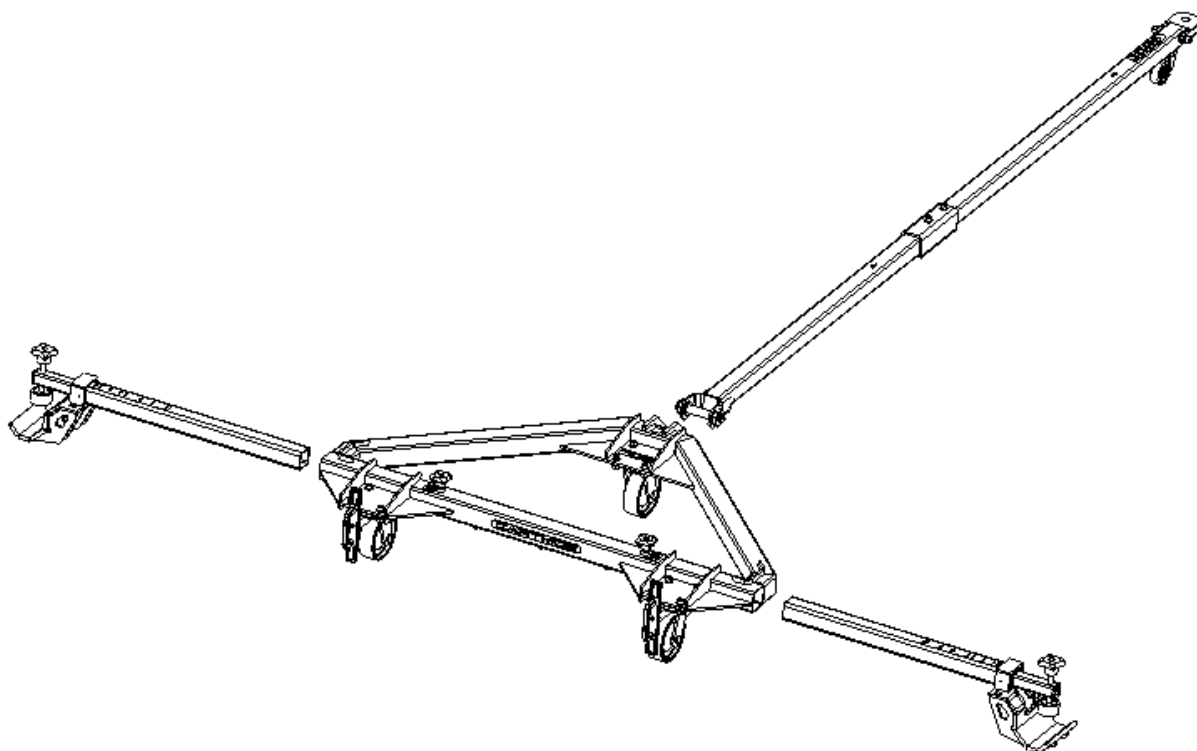

Figura 1
- a. Solte o parafuso (4-1/20) e remova o Cambão (4-1). Ver Figura 1.
- b. Solte os parafusos (1-1/8) e os manípulos (1-1/26), remova os conjuntos de Braços. Ver Figura 1.
- a. Solte o parafuso (4-1/6) e remova o Olhal (4-1/4). Ver Figura 1.
- b. Solte os parafusos (4-1/7) e remova as partes (4-1/1) e (4-1/2). Ver Figura 1.
- c. Solte o Rodízio (4-1/19). Ver Figura 1.